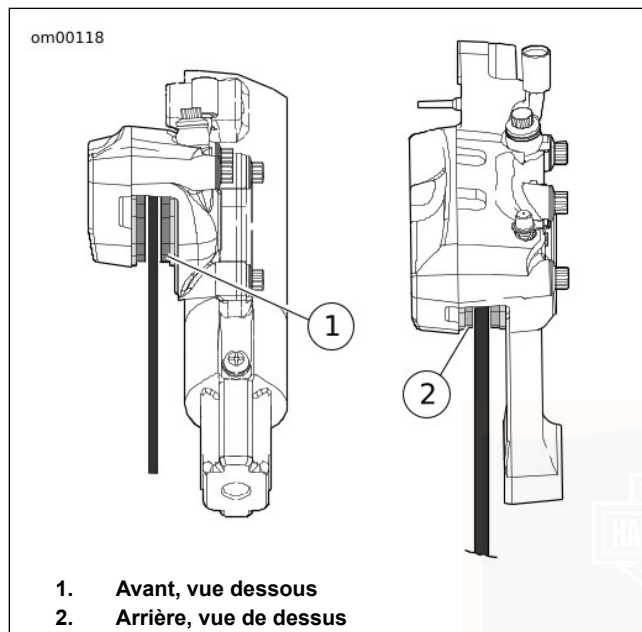

Figure 55. Matériau de friction des freins
2. Voir Figure 55. Mesurer l'épaisseur du matériau de friction de la plaquette de frein.